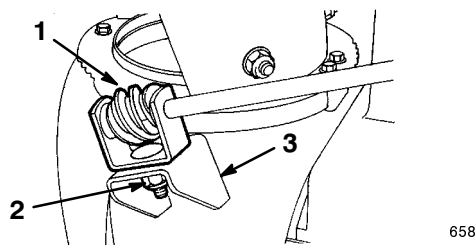

Figure 14
3. Montez la vis sans fin et l'étrier sur le support prévu, de manière lâche, à l'aide d'un boulon, d'une rondelle pyramidale et d'un écrou (Fig. 14).
4. Glissez la vis sans fin dans les dents de la couronne de l'éjecteur et serrez l'écrou (Fig. 14).